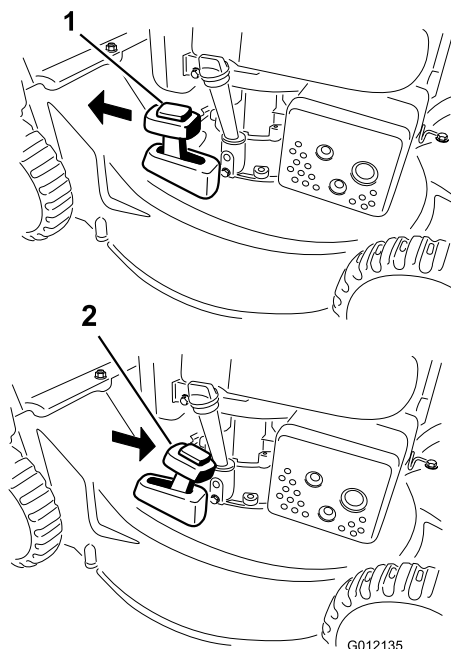

Figure 16
Pour recycler l'herbe coupée, placez le levier de ramassage sur demande en position **recyclage** (Figure 16).
2. Montez le bac à herbe ; voir Retrait du bac à herbe (page 12) et amenez le levier de ramassage sur demande en position de **ramassage** (modèle 20836 uniquement) comme montré à la Figure 16.
**Remarque:** Si le bac à herbe est monté sur la machine, enlevez-le avant de procéder à l'éjection arrière de l'herbe coupée ; voir Retrait du bac à herbe (page 12). Le levier de ramassage sur demande doit être en position **ramassage** (modèle 20836 uniquement) comme montré à la Figure 16.